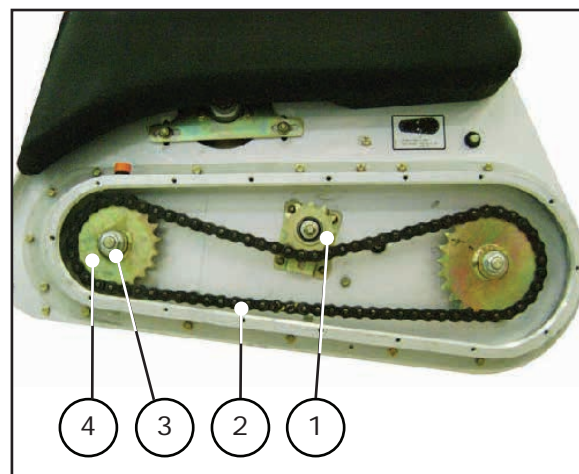

Figura 24
d) Solte a engrenagem tensora (1) e remova a corrente (2), figura 24.
e) Solte a porca (3) e remova a engrenagem (4) figura 24.